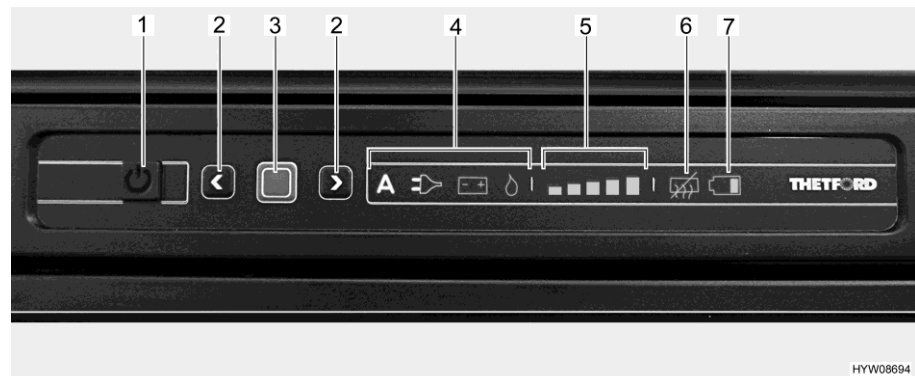

Bild 143 LED-Bedienfeld (Kühlschrank Thetford)
- Taste Ein/Aus (Bild 143,1) 1 Sekunde lang drücken. Die Taste leuchtet grün auf. Nach ca. 10 Sekunden wird die Anzeige aus Energiespargründen gedimmt.
- Bestätigungstaste (Bild 143,3) drücken. Die zuletzt gewählte Betriebsart wird angezeigt.
- Bestätigungstaste (Bild 143,3) ca. 2 Sekunden lang drücken. Die Betriebsartensymbole blinken.
- Manuelle Energiewahl: Mit den Pfeiltasten (Bild 143,2) die gewünschte Energiequelle auswählen.
- Automatische Energiewahl (nur bei Ausführung mit automatischer Energiewahl): Mit den Pfeiltasten (Bild 143,2) die Betriebsart "A" auswählen.
- Auswahl mit Bestätigungstaste (Bild 143,3) bestätigen.
- Bestätigungstaste (Bild 143,3) erneut drücken. Die Kühlstufen-Anzeige (Bild 143,5) blinkt.
- Zum Ändern der Einstellung die Pfeiltasten (Bild 143,2) drücken, bis die gewünschte Einstellung angezeigt wird.
- Taste Ein/Aus (Bild 143,1) etwa 2 Sekunden lang drücken. Alle Leuchten erlöschen. Der Kühlschrank ist abgeschaltet.
Nach dem Einschalten wählt der Kühlschrank automatisch die zuletzt gewählte Thermostat-Einstellung. Diese Einstellung kann manuell mit den Pfeiltasten (Bild 143,2) nachgeregelt werden. Es dauert einige Stunden, bis der Kühlschrank die normale Betriebstemperatur erreicht hat. Beim Umschalten auf eine andere Betriebsart wird die Thermostat-Einstellung beibehalten.